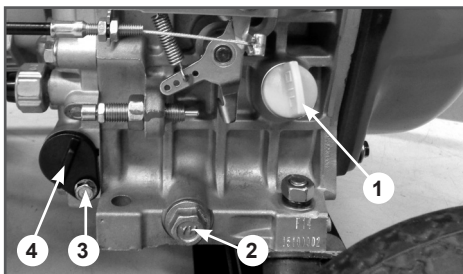

Рис. 18 Замена моторного масла
4. Очистите от загрязнений зону вокруг маслозаливной горловины. Извлеките крышку-щуп (Рис. 18 п. 1) из маслозаливной горловины и протрите его насухо.
5. Открутите пробку для слива масла (Рис. 18 п. 2) и слейте отработанное масло в подготовленную для этого емкость. Для наглядности на Рис. 18 показан двигатель генератора без шумозащитного кожуха.
6. Выкрутите болт фиксации масляного фильтра (Рис. 18 п. 3). Во избежание пролива масла подложите кусок ветоши под масляный фильтр, после чего извлеките его (Рис. 18 п. 4).